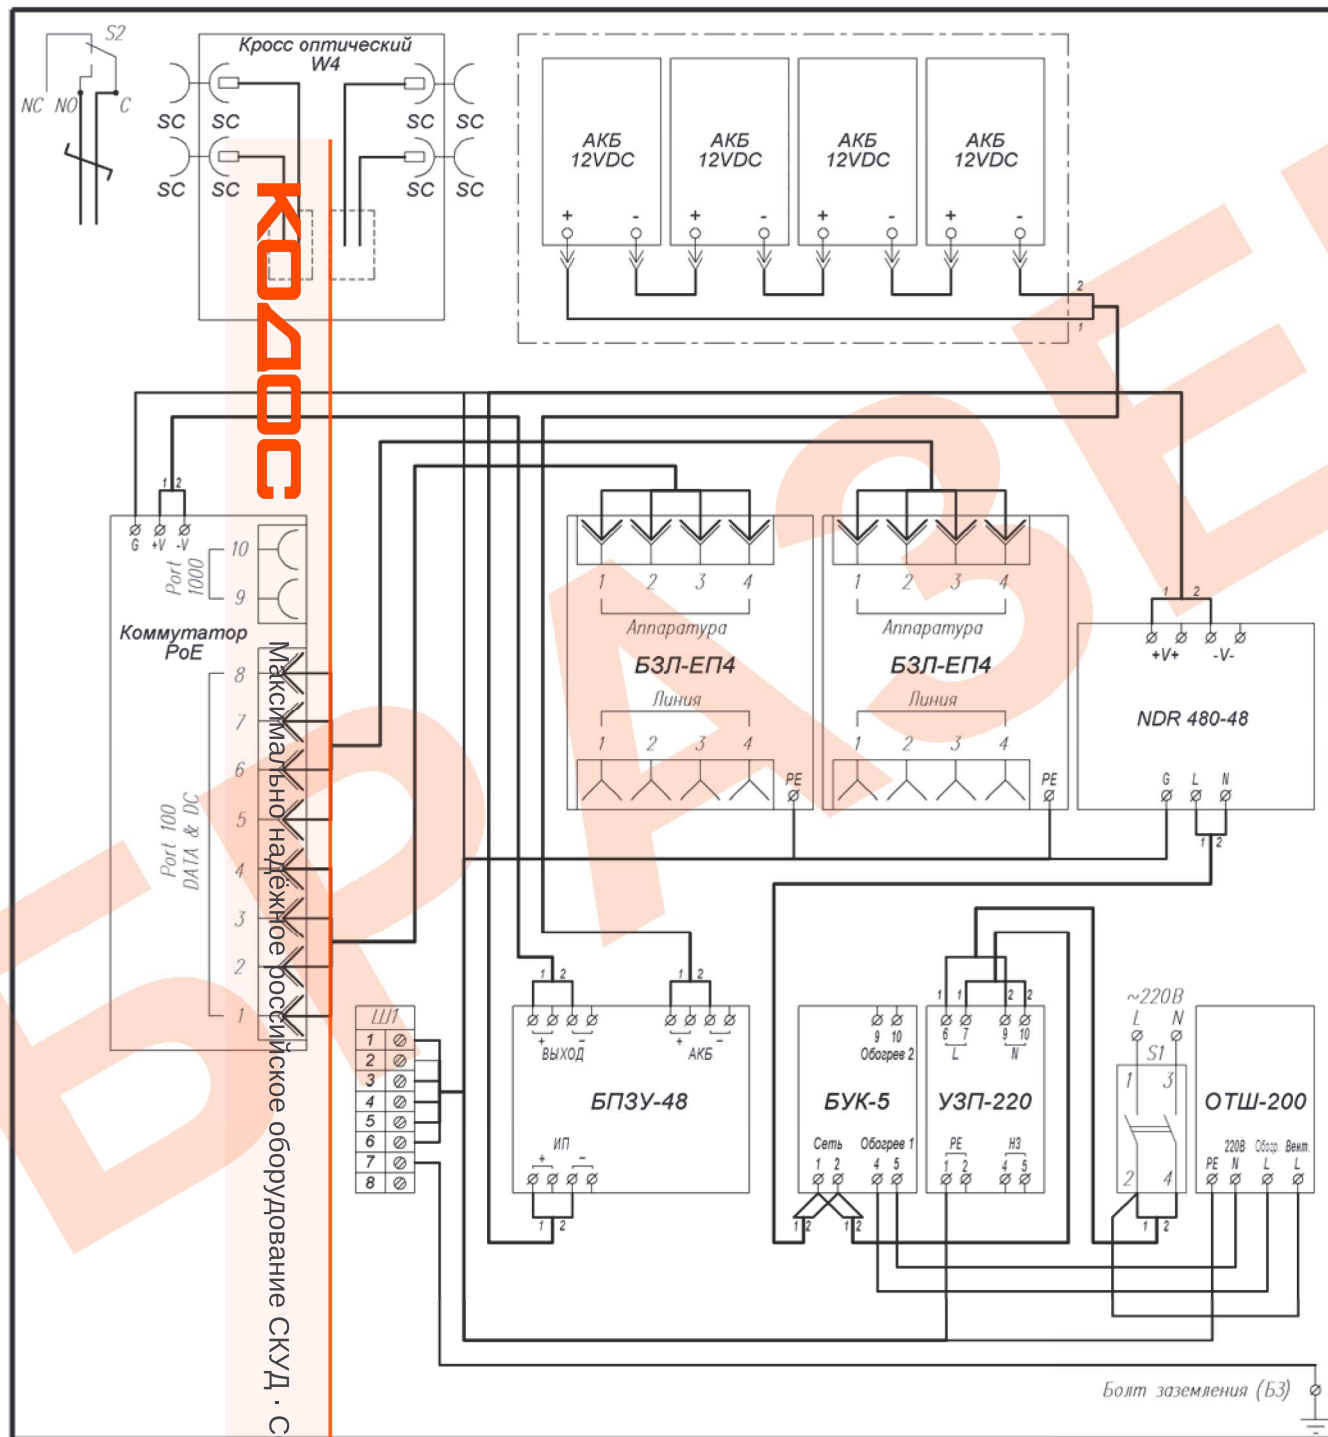

Рис.1 Схема электрическая принципиальная
1. Заземлить изделие при помощи болта заземления (ЗЗ) (рис.1).
6. Подключить кабель питания к входу автомата питания S1 (сечение подключаемых проводов до 25 мм²), при этом фазный провод (L) соединить с контактом 1, нулевой провод (N) с контактом 3.